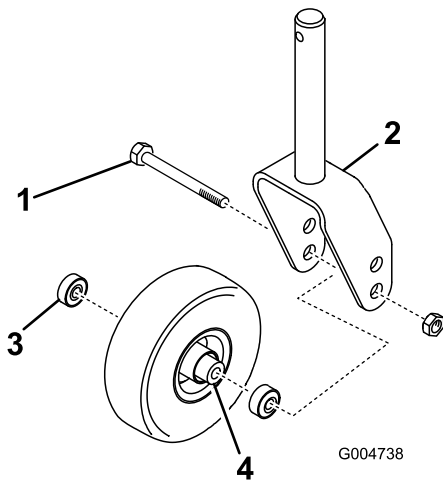
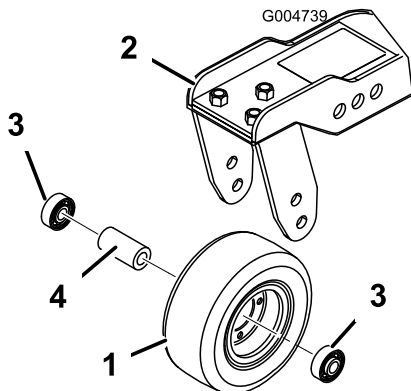

Bild 106
Bild 107
- Entfernen Sie die Sicherungsmutter von der Schraube, mit denen das Laufrad in der Mitte der Laufradgabel (Bild 106) oder am Laufradgelenkarm (Bild 107) befestigt ist. Halten Sie das Laufrad fest und schieben die Schraube aus der Gabel oder vom Gelenkarm ab.
- Entfernen Sie das Lager aus der Radnabe und lassen das Lagerdistanzstück herausfallen (Bild 106 und Bild 107). Entfernen Sie das Lager aus der gegenüberliegenden Seite der Radnabe.